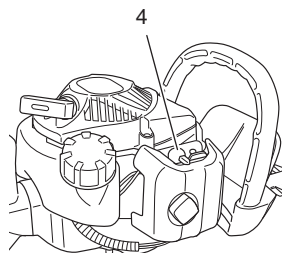

Fig. 4
* Pressez la poire de la pompe d'amorçage (4) à plusieurs reprises pour que le carburant puisse s'écouler par la poire ou par le tuyau de retour. (Fig. 4)